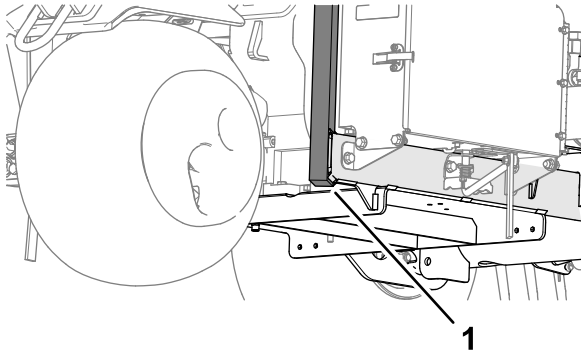

Bild 138
- Stellen Sie den Wagenheber sicher unter den Tragarm des Vorderrads (Bild 138).